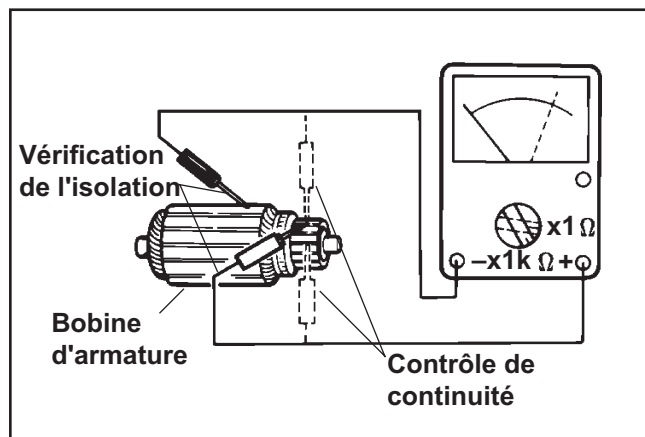

Figure 8-47. Vérification de l'armature.
1. Utiliser un ohmmètre réglé sur l'échelle Rx1. Placer les sondes entre deux différents segments du commutateur et vérifier la continuité. Voir la figure 8-47. Test de tous les segments. La continuité **doit** être relevée entre tous les segments ; sinon, l'armature est défectueuse.
2. Contrôler la continuité entre les segments de la bobine de l'armature et les segments du commutateur. Voir la figure 8-47. Aucune continuité ne doit être relevée. Si une continuité est relevée entre les deux, l'armature est défectueuse.
3. Contrôler les enroulements/l'isolation de l'armature pour détecter tout court-circuit. Voir la figure 8-47.